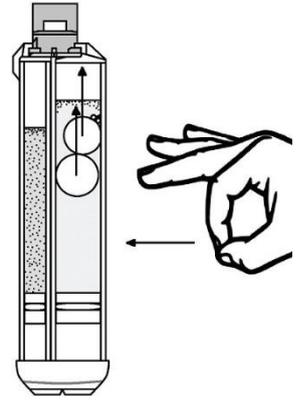

Fig. 1
1. Retire la jeringa con el adhesivo, el émbolo y las puntas aplicadoras del embalaje. Manteniendo la punta de la jeringa apuntando hacia arriba, golpee las cámaras de la jeringa varias veces para que las burbujas de aire en las soluciones suban a la parte superior de la jeringa (fig. 1).